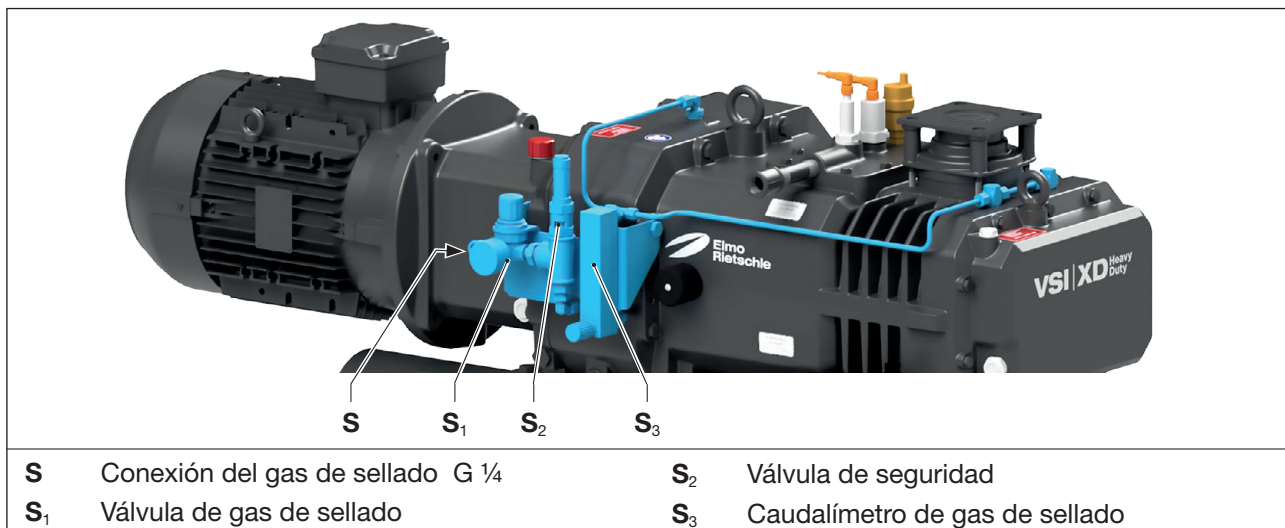

Fig. 15 Conexión del gas de sellado sin dispositivo de gas de sellado
- Conecte el tubo de gas de sellado (conexión G ¼) a la conexión del gas de sellado (Fig. 15/S).
- Compruebe la presión utilizando la válvula de regulación de presión (Fig. 15/S₁). Ajuste la presión si es necesario.
- Compruebe el caudal utilizando el medidor del caudal de gas de sellado (Fig. 15/S₃).